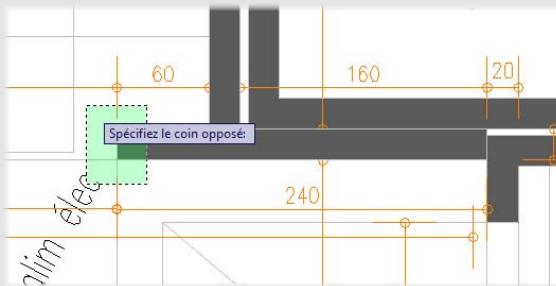

Figure 13
8. Sélectionnons l'extrémité du mur de droite à gauche (voir Figure 13).